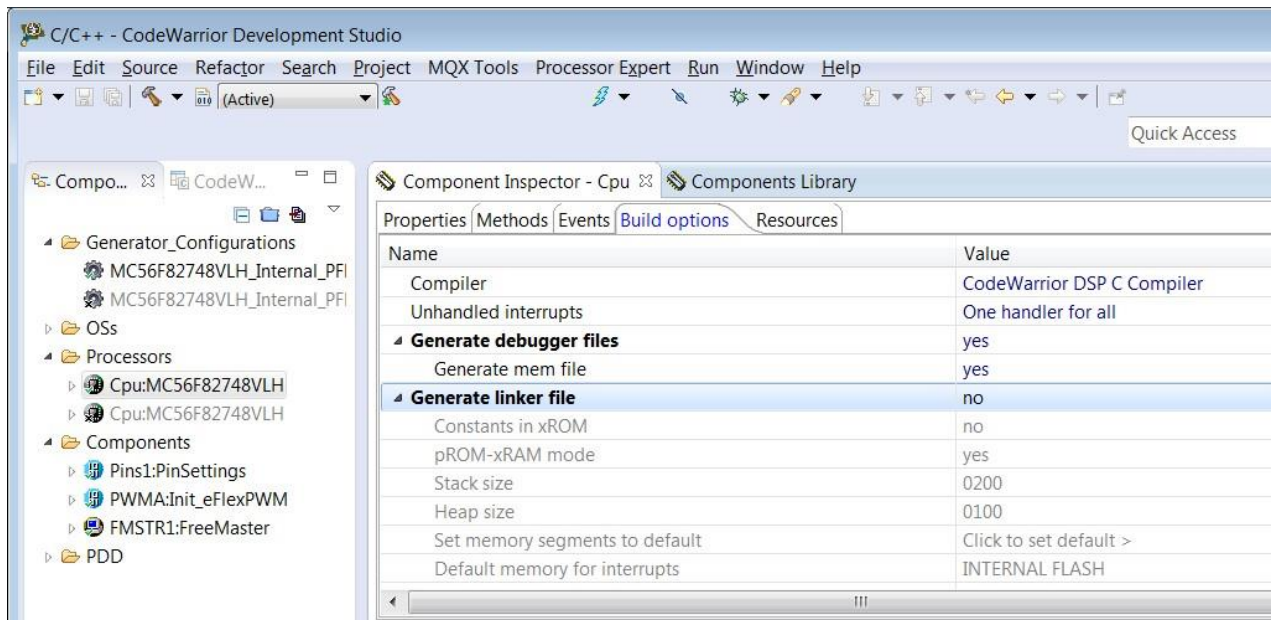

图3. 禁用Generate linker file选项
本节介绍如何使用CodeWarrior for Microcontrollers v10.6和PE将代码重定位到内部RAM。由于RAM是易失性存储器, 重定位的代码必须首先存储在Flash中, 然后在微控制器启动时复制到RAM。将代码重定位到RAM是通过LCF (链接器命令文件) 和在源文件中使用pragma指令实现的。为了保留定制的连接器命令文件, 必须禁用由Processor Expert (PE)自动生成LCF的选项, 具体操作如图3所示。